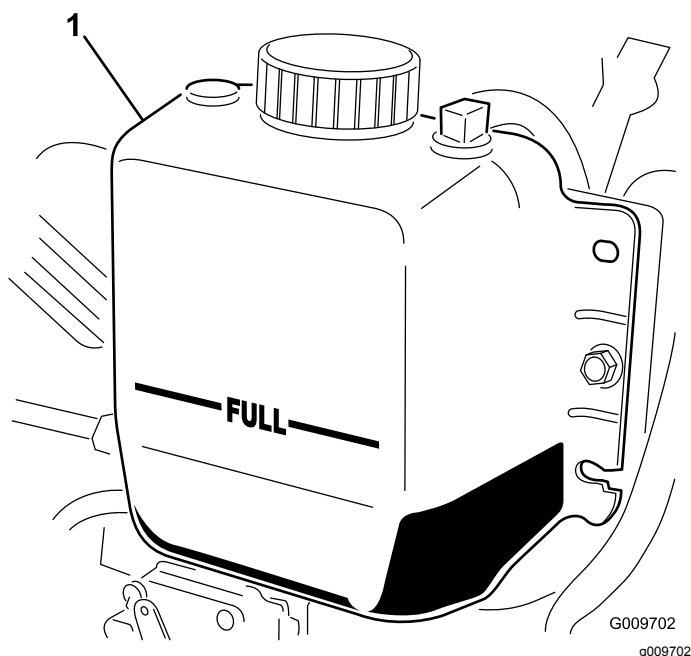

Figura 13
2. Verifique o nível do líquido de arrefecimento do radiador. O radiador deverá encontrar-se cheio de líquido até ao cimo do tubo de enchimento e o nível de líquido no depósito de expansão deverá atingir a marca FULL (cheio) (Figura 13).